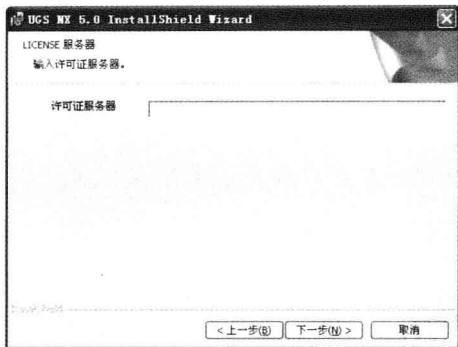

图 1-19 输入许可证服务器
Step 19 在弹出的对话框中, 安装程序要求指定许可证服务器, 输入计算机当前用户的用户名, 确认名称后单击“下一步”按钮, 如图 1-19 所示。